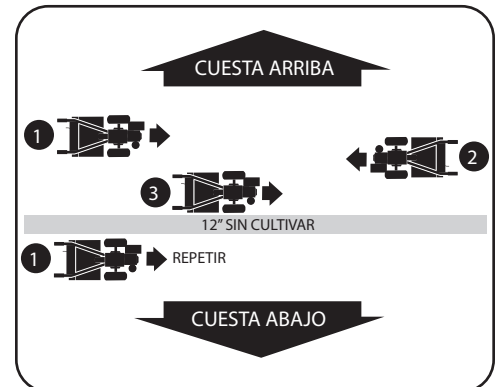

Figura 4-16
- Para crear una terraza, comience en la cima de la pendiente y trabaje hacia abajo. Recorra la primera hilera hacia atrás y hacia adelante. Consulte la Figura 4-16.